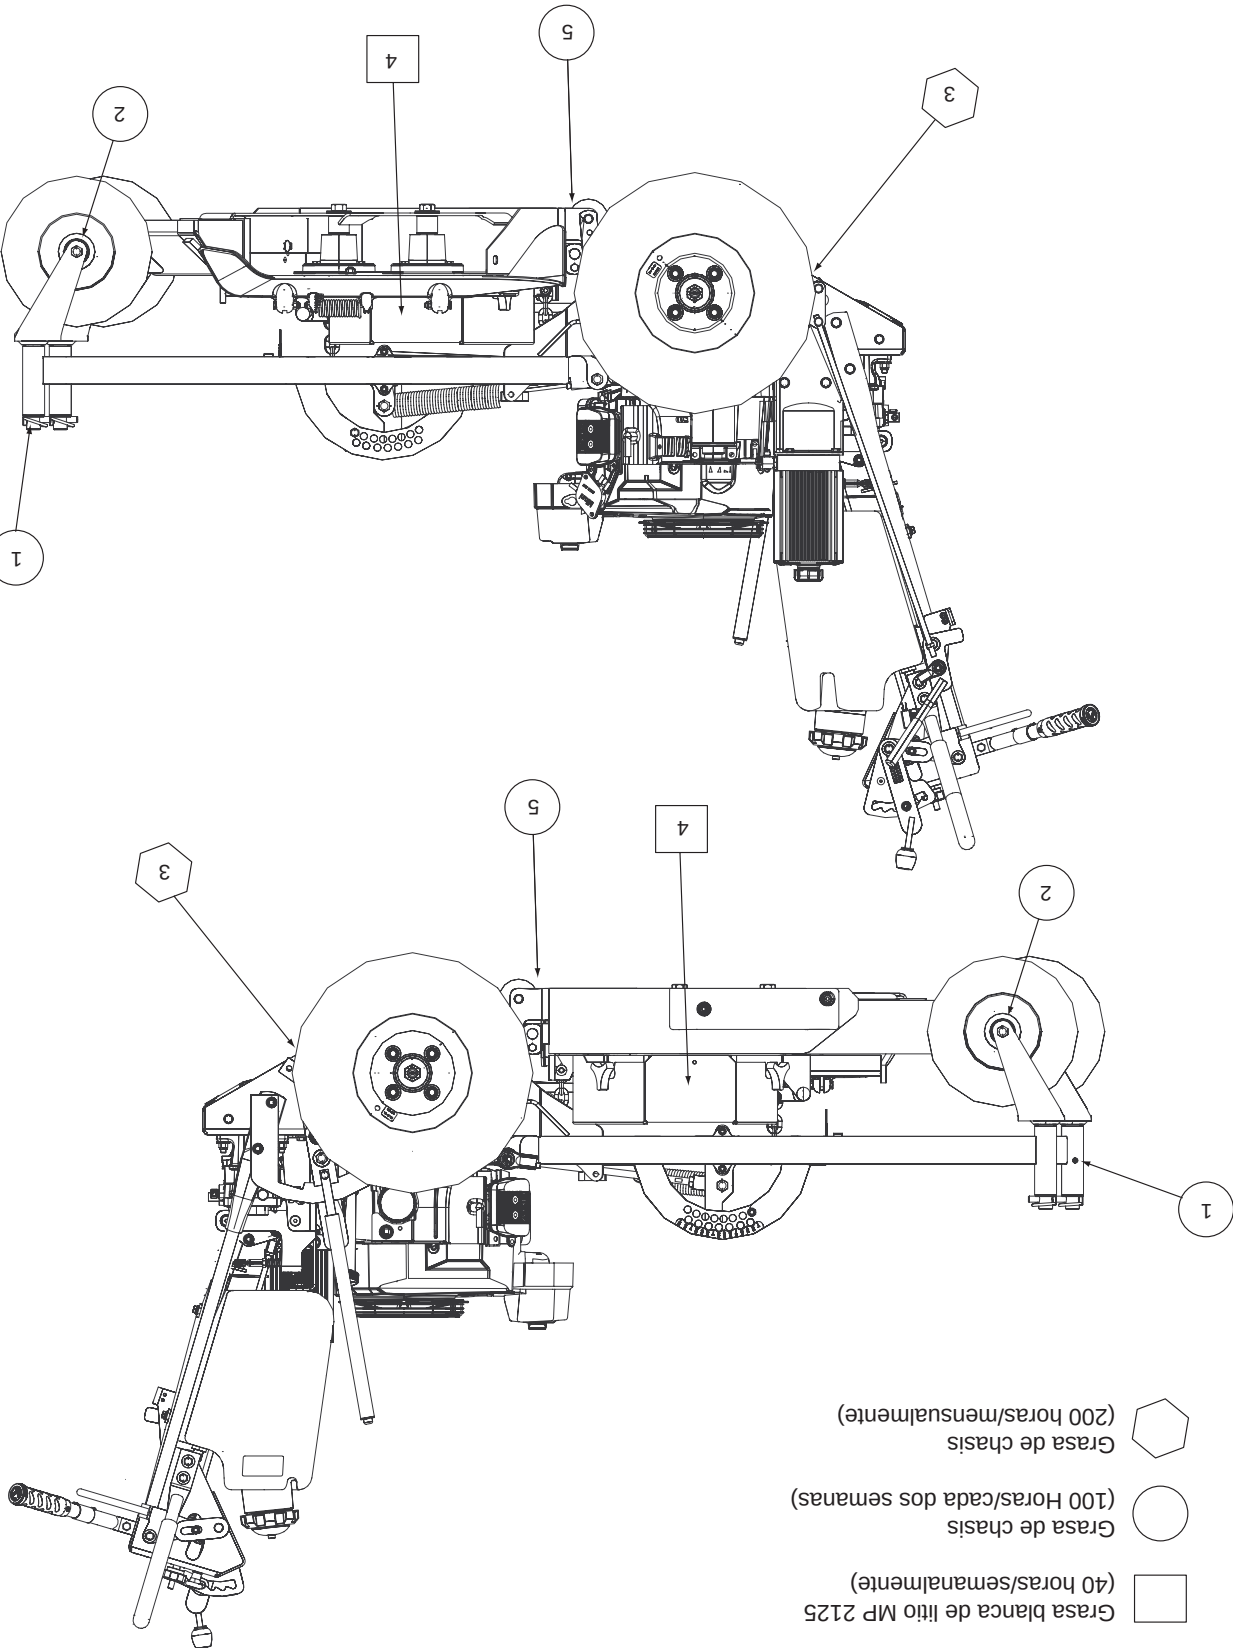

Figura 7.1 Lubricación de puntos de conexión
7.2 LUBRICACIÓN -TABLA DE LUBRICACIÓN DE CONEXIÓN DE GRASA (VEA LA FIGURA 7-1, PÁGINA 27)